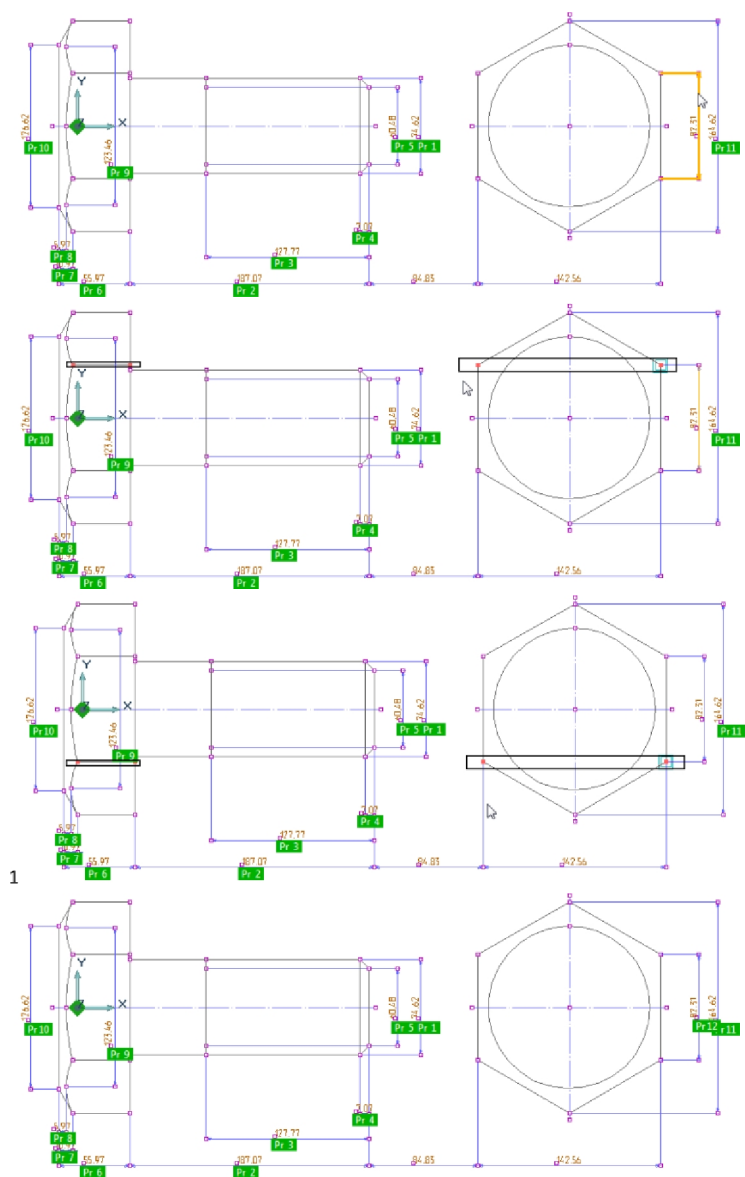

Рис. 19. Создание ПРМ 12
- Двенадцатым будет изменяться размер, отвечающий за ребра граней. Схема задания узлов представлена на Рис. 19.